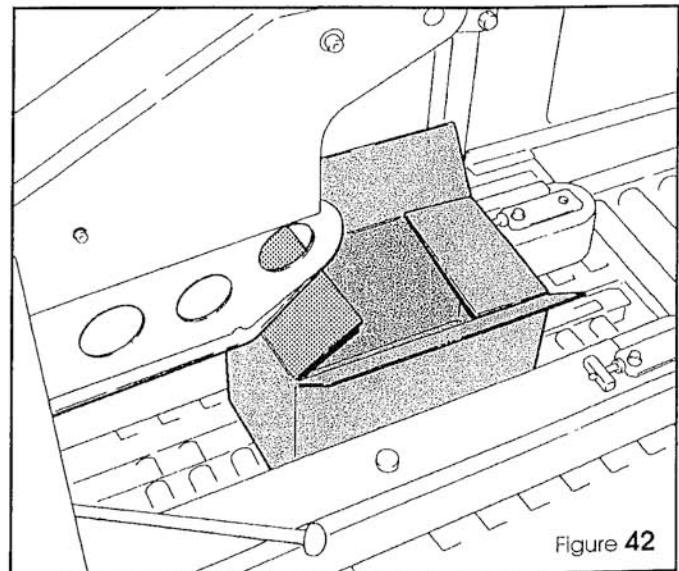

Figure 42
*Gleichzeitig erreicht der Karton die Einfaltvorrichtung für die Stirnklappe (Figure 42).*